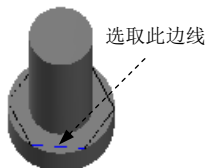

图 7.4.20 定义串连边线
Step3. 编辑截面图形。在**基本串连**上右击，在系统弹出的快捷菜单中选择**重新串连**命令，系统弹出“串连选项”对话框。然后选取图 7.4.20 所示的边线，系统会自动串连与它相连的所有图素，并添加串连方向，如图 7.4.21 所示。单击两次 按钮完成截面定义。